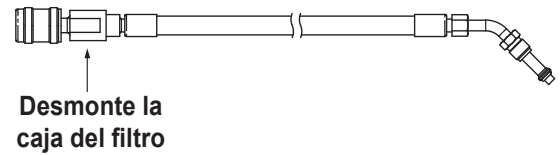

Figura 18
2. Desmonte la manguera de llenado del tanque en la caja del filtro como se muestra en la la Figura 18.